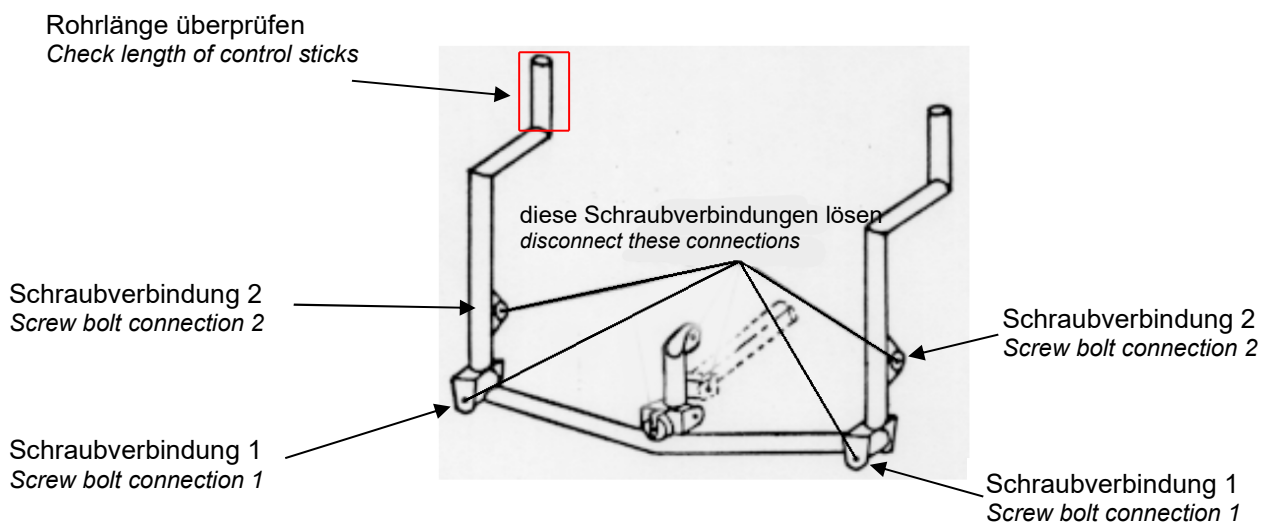

Bild 4 / Fig. 4
- 3.4 Schraubverbindungen 1 lösen (siehe Bild 4).
- 3.5 Schraubverbindungen 2 lösen und Steuerknüppel ausbauen (siehe Bild 4).
- 3.4. *Loosen bolt connections 1 (see Fig. 4).*
- 3.5. *Loosen bolt connections 2 and remove control stick (see Fig. 4).*